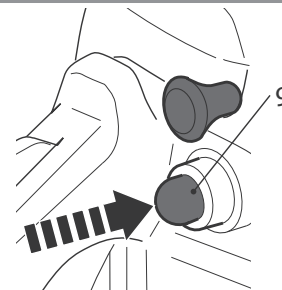

Fig. 18
Presione el cebador (9) 6 veces cuando arranque el producto con un motor frío (Fig. 18). No presione el cebador en el caso de arranques en caliente.